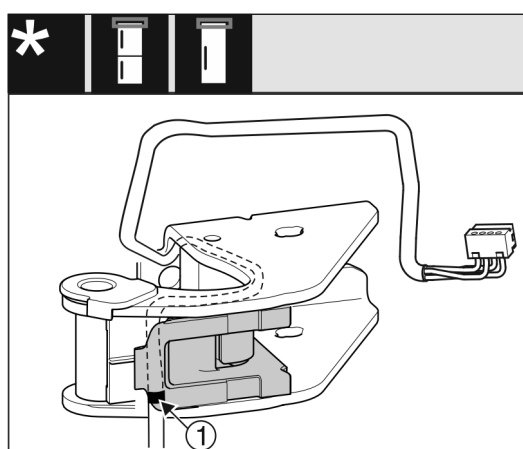

Fig. 28
- ▷ Turklāt vidējai atzīmei jāatrodas uz kabeļa stiprinājuma malas Fig. 28 (1).